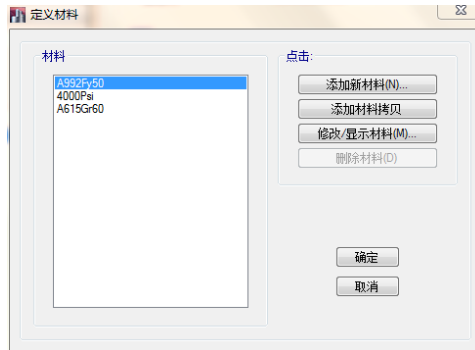

图 3-4 定义材料对话框
- 1) 点击**截面默认材料**下拉菜单旁边的...，弹出**定义材料**对话框，如图 3-4 所示。